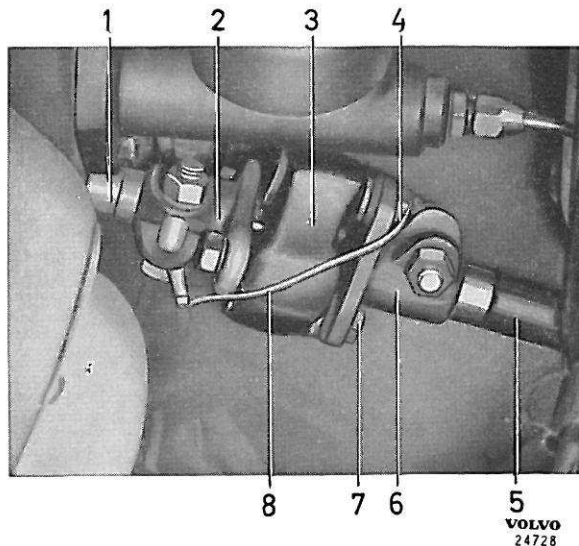
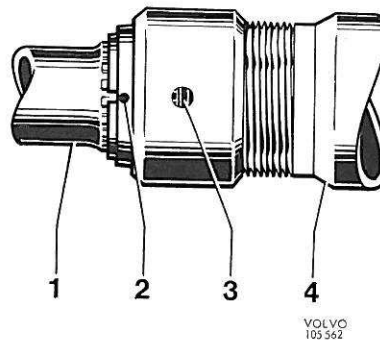

Figure 58. Accouplement de colonne de direction, 1800
Figure 59. Verrouillage de l'écrou
3. Poser le boîtier de direction en place, sans serrer définitivement les vis de fixation. Reconnecter le boîtier de direction à l'accouplement sur la colonne de direction. Veiller à ce que le câble de masse (8, figure 58) soit correctement monté, avec un bon contact. S'il s'agit du dispositif de sûreté pour la 1800, serrer l'écrou (4, figure 47) au couple de 30 à 50 Nm (3 à 5 m.kg) et le verrouiller au pointeau à l'endroit du repère sur la douille, voir figure 59.